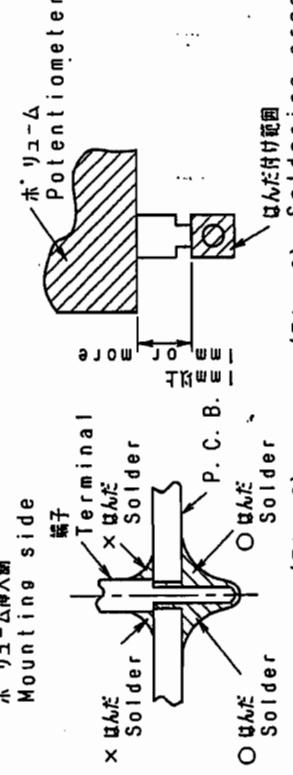

Fig. 3
(3) リード・配線の場合、ボリューム本体と、ボリューム導入側で実施し、異常のないことを確認します(図3)
(4) はんだ付けによるボリュームへの影響は、フリント基板の大きさ、ボリュームの取付け位置、はんだ量の大きさ、等により異なりますのであらかじめ実使用状態で実施し、異常のないことを確認の上、はんだ付けして下さい。